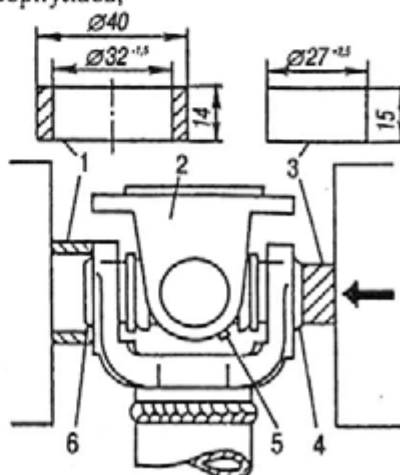

Рис. 209. Разборка карданного шарнира: 1 - кольцо; 2 - фланец карданного вала; 3 - Оправка; 4, 6 - подшипники; 5 - масленка
Разборку шарнира производят в тисках с помощью оправки и кольца, как указано на рис. 209 для шарнира с фланцем.
- вставить диаметрально расположенную пару шипов крестовины в отверстия ушков одной из вилок шарнира, учитывая расположение пресс-масленки, согласно рис. 209 которые должны быть в одной плоскости и по одну сторону карданного вала навстречу друг другу;